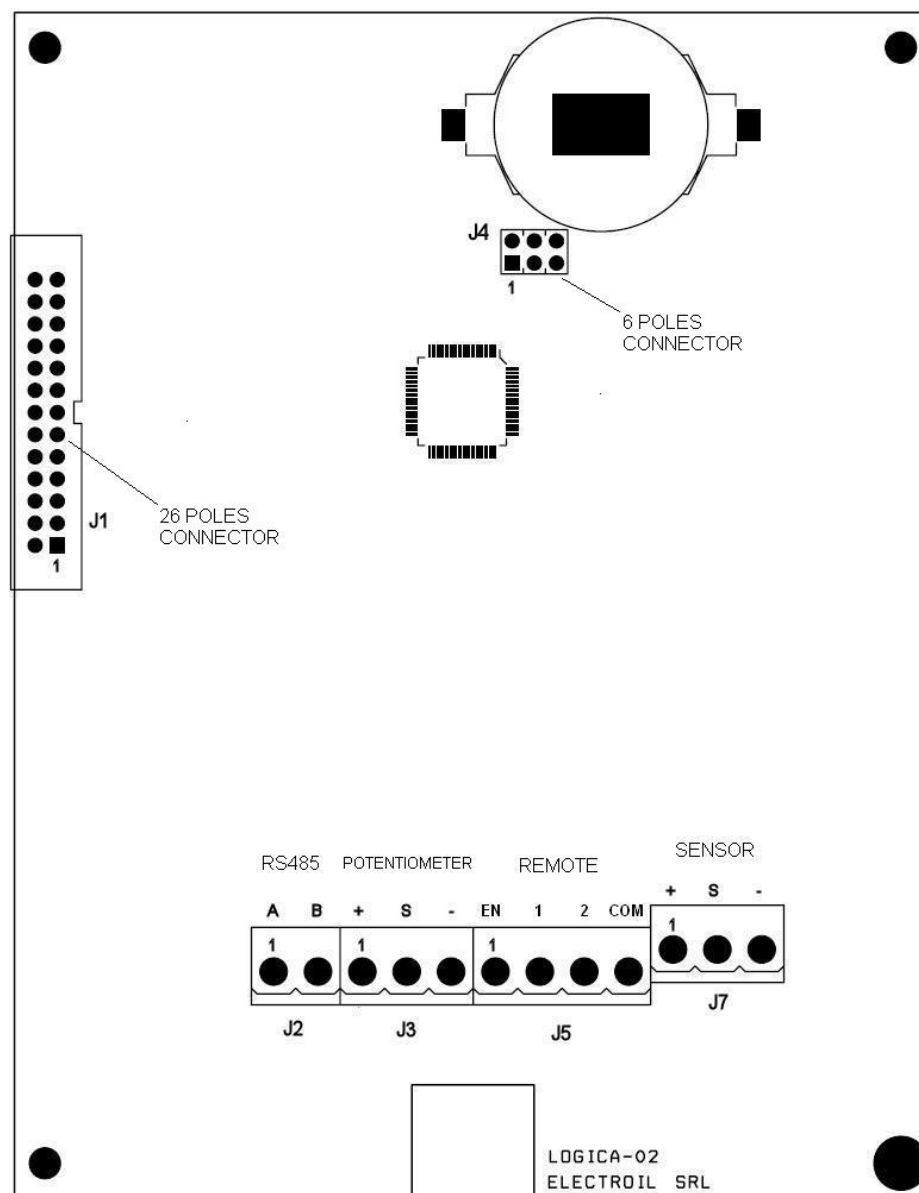

Figura 4 - Schema scheda logica
- Accertarsi che i condensatori siano completamente scarichi; a tal scopo verificare che sia spento il led rosso presente sulla "scheda logica" (mostrata in Figura 4)
- Scollegare i 2 connettori piatti (a 6 e 26 poli) sulla scheda logica ("6 poles connector to power board" e "26 poles connector to power board" in Figura 4)
- Eventualmente collegare i due fili della seriale RS485 per controllo remoto in corrispondenza del morsetto J2 della scheda logica (Figura 4)
- Opzionale 3: se previsto il controllo di velocità in retroazione mediante sensore di prossimità collegare i tre morsetti del sensore sulla scheda logica (“Sensor” in Figura 4);